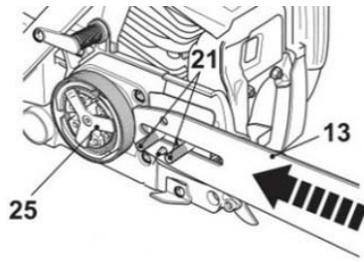

Fig. 5
5. Placez la fente du guide-chaîne (13) par-dessus les deux boulons (21). Poussez le guide-chaîne (13) vers la gauche en direction du pignon (24) (derrière l'embrayage (25)). (Fig. 5)